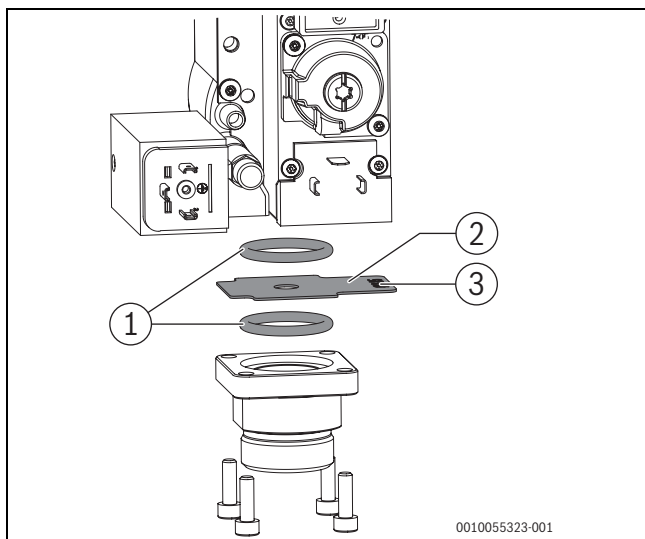

Fig. 27 Remplacement du diaphragme du gaz (tailles de chaudière 75 ; 100 kW)
- ▶ Retirer le diaphragme de gaz (→ fig. 27 Et 28, [2]) et le remplacer par celui qui est approprié au type de gaz fourni (→ tabl. 9).
- ▶ Vérifier si le joint torique (→ fig. 27 et 28, [1]) est endommagé et le remplacer si nécessaire.
Placer le diaphragme de gaz avec la désignation (→ fig. 27 et 28[3]) vers le haut et la languette orientée vers la droite.
Légende des figures 27 et 28: